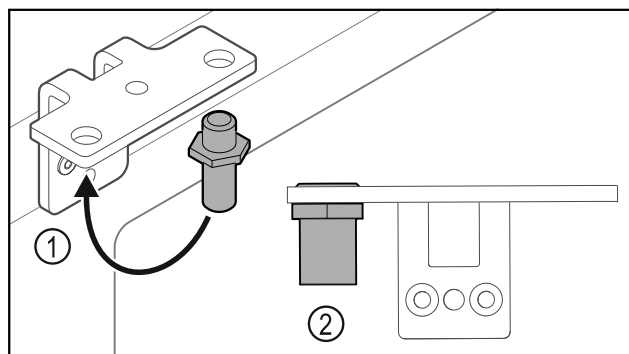

Fig. 35
- ▶ Přesadte čep Fig. 35 (1) v úhelníku závěsu.
- ▶ Utáhněte čep Fig. 35 (2) **utahovacím momentem 12 Nm**.